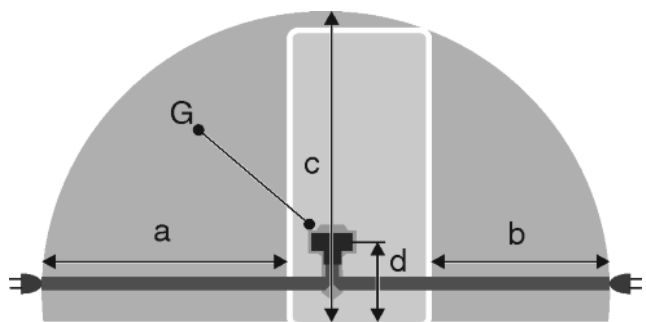

Fig. 28
- Розетка находится вне зоны задней стенки в данной зоне. *Fig. 28 (a, b, c)*
- ▶ Штекер устройства *Fig. 28 (G)* подсоединить с задней стороны устройства. Следить за правильной фиксацией.